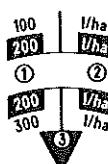

Abb. 1
Die Tabellen für die Dosierscheibe und die Schiebebilder für den Stellzeiger sind im Ersatzfall nicht einzeln erhältlich. Sie sind jeweils auf Vor- und Rückseite von Dosierscheibe und Stellzeiger aufgeklebt und werden wie folgt geliefert (Abb. 1 – 6).
1. Stellzeiger mit Schiebebildern gilt für alle Düsen, Ventile und Flüssigdünger serienmäßig montiert, Abb. 1.